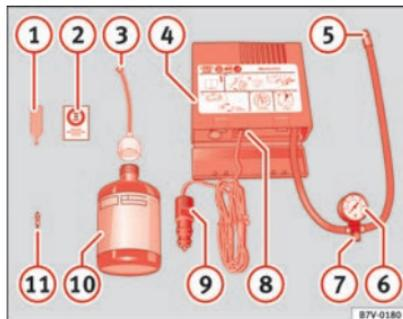

Fig. 142 Componentes do jogo de reparação de pneus
- ② Etiqueta adesiva com a indicação da velocidade «máx. 80 km/h», ou «máx. 50 mph»
- ③ Tubo flexível de enchimento com tampão de fecho
- ④ Compressor
- ⑤ Tubo flexível para encher os pneus
- ⑥ Manómetro de enchimento do pneu
- ⑦ Parafuso para fazer sair o ar
- ⑧ Interruptor
- ⑨ Conector de cabo de 12 volts ⇒ Página 125
- ⑩ Garrafa com massa vedante
- ⑪ Válvula sobresselente
O extractor de válvulas ① ⇒ Fig. 142 tem uma ranhura no extremo inferior, com a qual encaixa na haste da válvula. Só deste modo se pode desenros-
- Cole o autocolante ② ⇒ Fig. 142 ⇒ Página 221 no painel de instrumentos no campo visual do condutor.
- Agite a garrafa com massa vedante **10** ⇒ Fig. 142 ⇒ Página 221 fortemente e várias vezes.
- Enrosque o tubo para encher o pneu **5** ⇒ Fig. 142 ⇒ Página 221 fixamente na válvula do pneu.